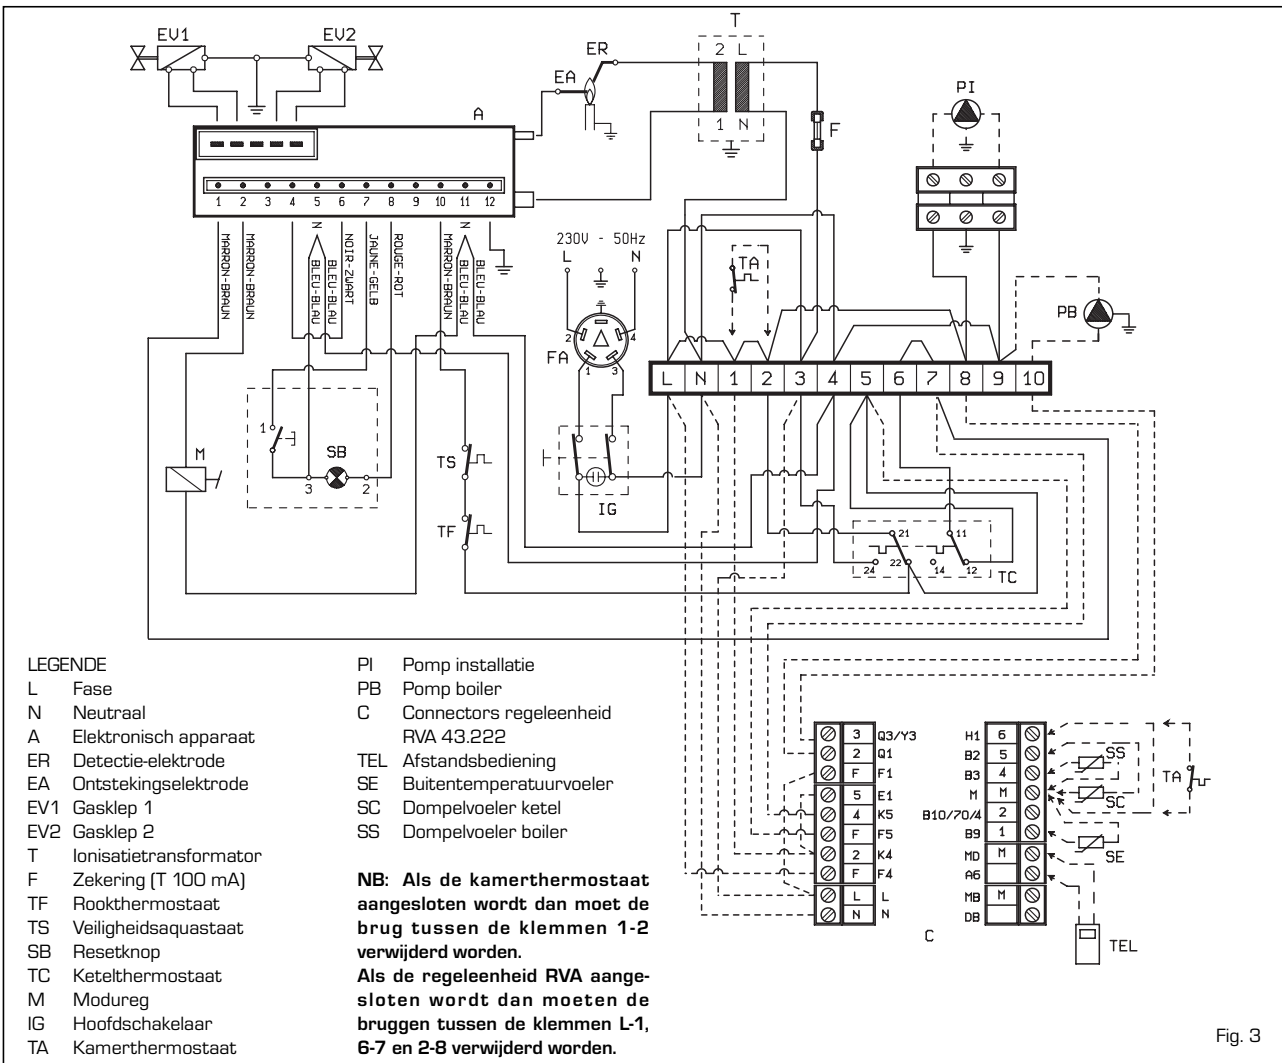

Fig. 3
2.2 ELEKTRISCHE AANSLUITING (Fig. 3)
Ten aanzien van de montage van de buitentemperatuurvoeler (SE) moeten de aanwijzingen in de verpakking van de voeler opgevolgd worden. Om de elektrische aansluitingen tot stand te brengen moet u het op fig. 3 aangegeven schema aanhouden.